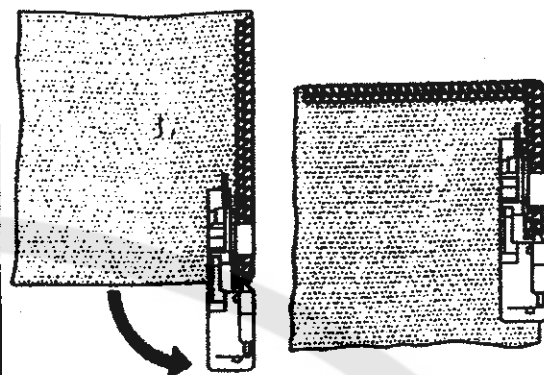

Fig. 1
3. Draai de stof, laat de persvoet zakken, en ga verder met naaien in de nieuwe richting.(Fig 1)
1. Zet de losse draadgeleider die in uw accessoires-tas zit op de draadgeleiderstang (Fig 1)